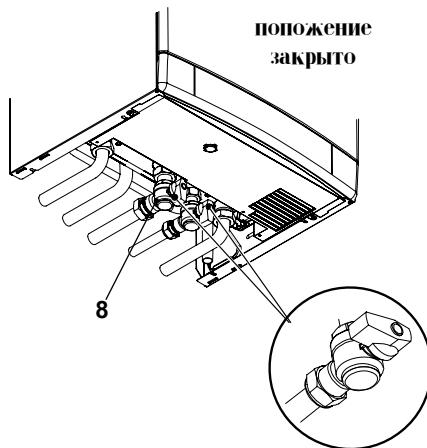

рисунок 2.11
- Перекройте кран подачи газа 8 и краны водяных контуров, расположенные под котлом рисунок 2.11
Перекройте краны, расположенные под котлом (рисунок 2.11) и обратитесь в Авторизованный сервисный центр.